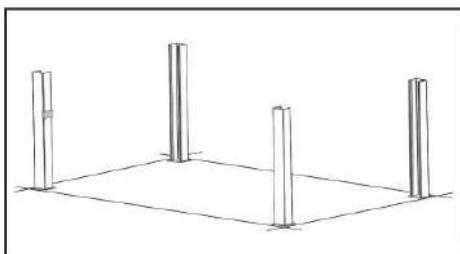

Рис. 15.1
- Перед выполнением последующих процедур, проверьте все измерения и убедитесь, что основания стоек расположены надлежащим образом и выровнены по ранее нанесенным мелом линиям. Поднимите и опустите подъемник и убедитесь, что он работает правильно в том положении, которое определяют отметки на полу (см. рис. 15.1).